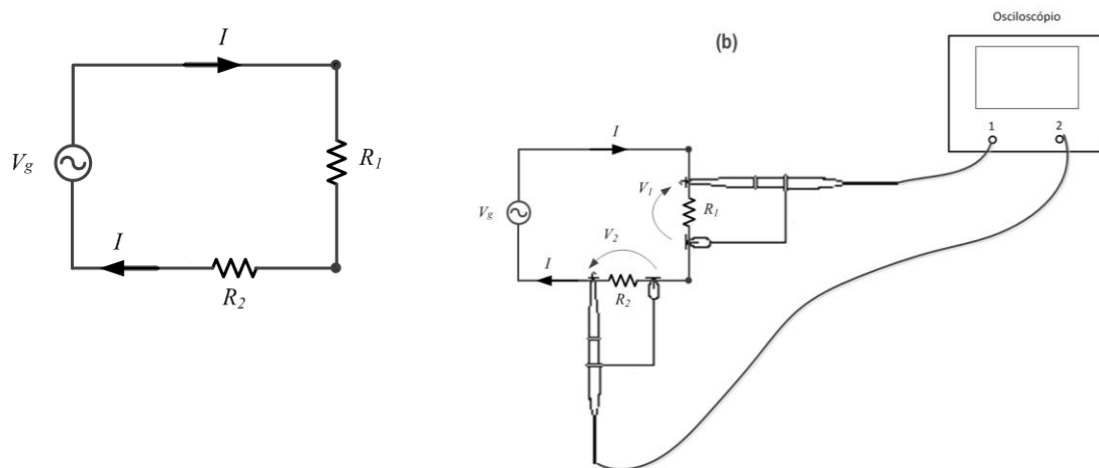

Figura 3 – Esboço da montagem para medição simultânea de tensão e corrente com o osciloscópio.
- Monte o circuito mostrado na Figura 3 com $R_1 = 10 \text{ k}\Omega$ e $R_2 = R_{\text{shunt}} = 100 \Omega$.